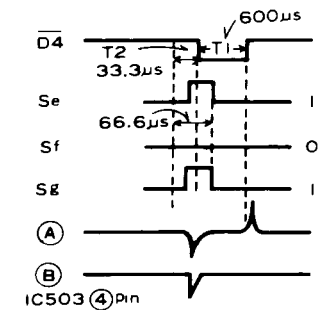

Fig. 8 Timing chart
The preset station indicator signal output from IC501 is output from the segment pins Se — Sg ((17) — (15)) in the BCD code with the timing of $\bar{D}4$ (pin 12). The timing chart is shown in Fig. 8. The ADDRESS input A — C ((1) — (3)) are read when the input level is set to L, so the decay of the digit signal $\bar{D}4$ of IC501 is shaped and used as the timing input of the ENABLE input $\bar{G}L$ (pin 4) of IC503. The $\bar{D}4$ signal is differentiated and shaped by C508, R514 and R515, and applied to the base of Q511. The differentiated pulse signal [point (A)] is driven by Q511 [point (B)] and applied to $\bar{G}L$ [pin (4)] of IC503. $\bar{G}2$ (pin 5) of IC503 is always set to L level and G1 (pin 6) is connected to the Q803 emitter the same as the CE (Chip ENABLE) pin (3) of IC501 to suppress the lighting of the preset indicator during POWER OFF.
La sortie du signal du témoin de pré-régla venant de IC501 est la sortie provenant des broches de segments Se — Sg ((17) — (15)) dans le code DCB synchronisée avec $\bar{D}4$ (broche 12). Le tableau de synchronisation est donné à la Fig. 8. Les points A — C ((1) — (3)) de l'entrée ADDRESS sont lus lorsque le niveau d'entrée est réglé sur L, de sorte que le déclin du signal numérique $\bar{D}4$ de IC501 est mis en forme et utilisé comme entrée de synchronisation de l'entrée